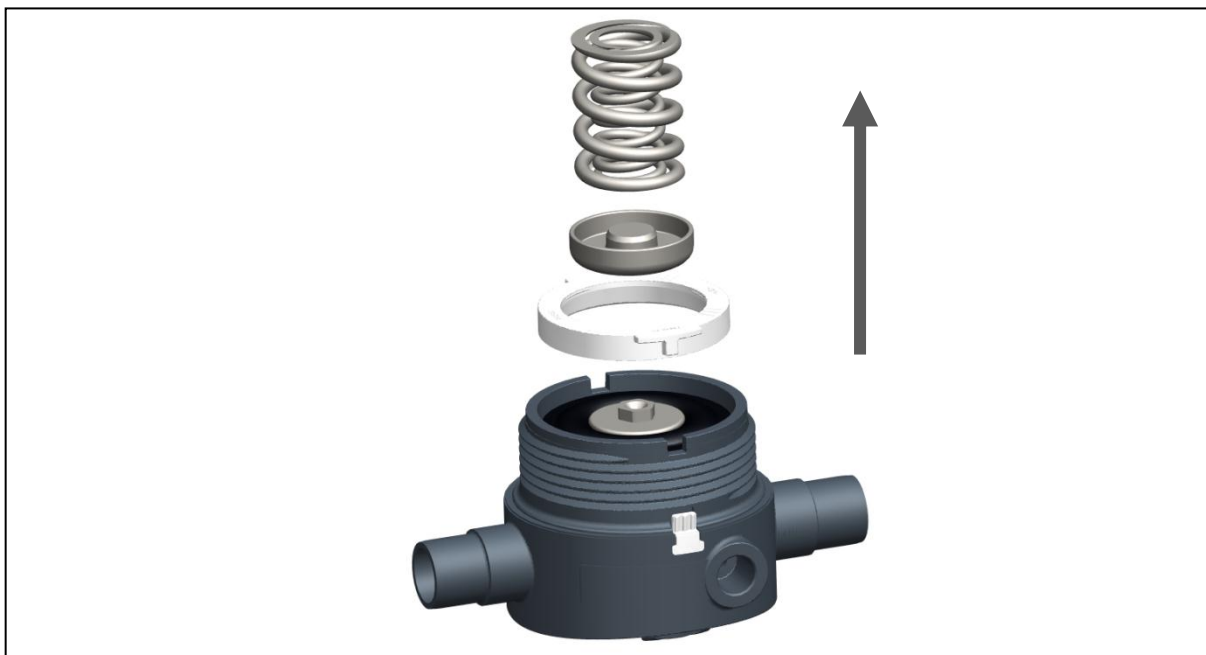

Fig. 8
- ▶ Retirar la pieza de compresión, los resortes y el anillo de retención, ver la fig. 8